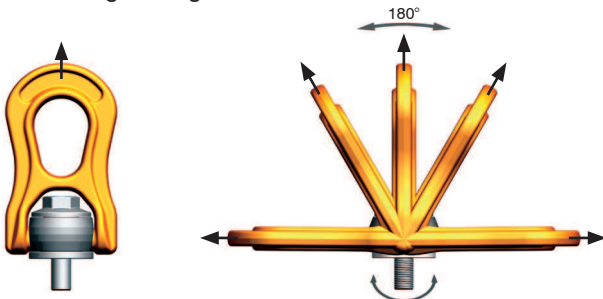

Bild 1: erlaubt
**Belastung:** Tragfähigkeit lt. Prüfzeugnis bzw. Tragfähigkeitstabelle in den angegebenen Zugrichtungen – siehe Bild 1
- Belastung darf nur in der vorgegebenen Richtung (siehe Bild 1) mit der Tragfähigkeit lt. Tabelle erfolgen.
- Zugrichtung nicht im vorgegebenen Bereich lt. Bild 1 liegt